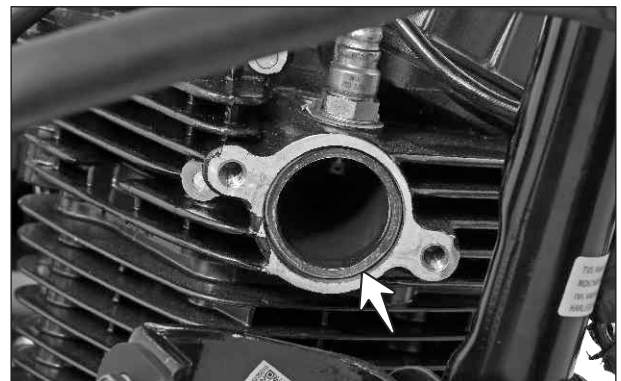

Fig. 3.34
- Retire el empaque del mofle de la culata. (Fig. 3.34)